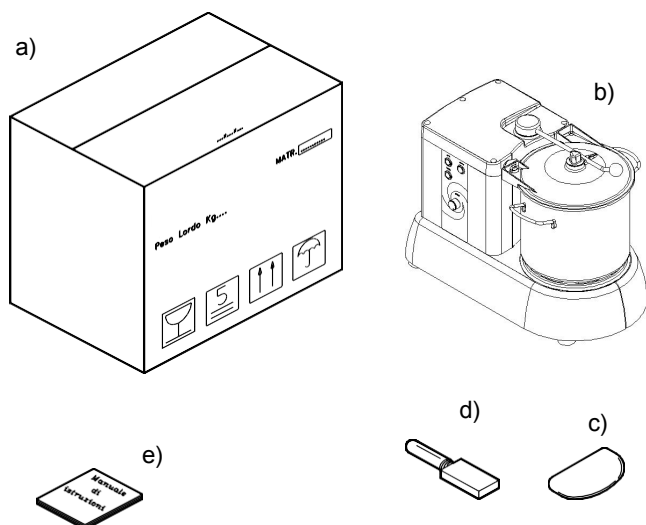

Рис.3
3.1 - Отправка прибора (см. Рис.3)
3. Возьмите камень для заточки, который идет в комплекте с куттером (поз. (d) - Рис.3), проявляя **КРАЙНЮЮ ОСТОРОЖНОСТЬ!!!** Равномерно проведите по